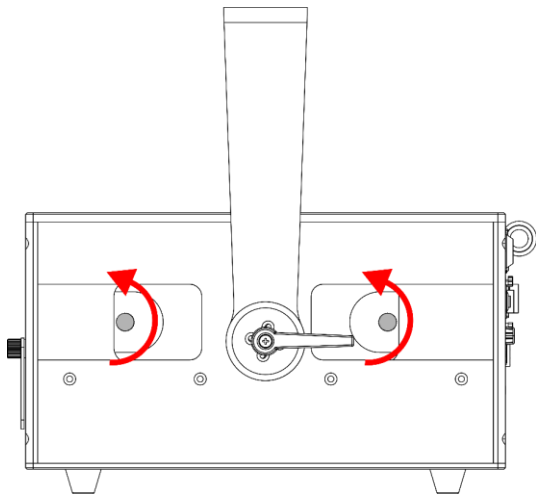

Fig. 15
- 01) Gire los 2 **torneillos de ajuste de la placa de cubierta (03)** en sentido antihorario como se muestra en la Fig. 15.